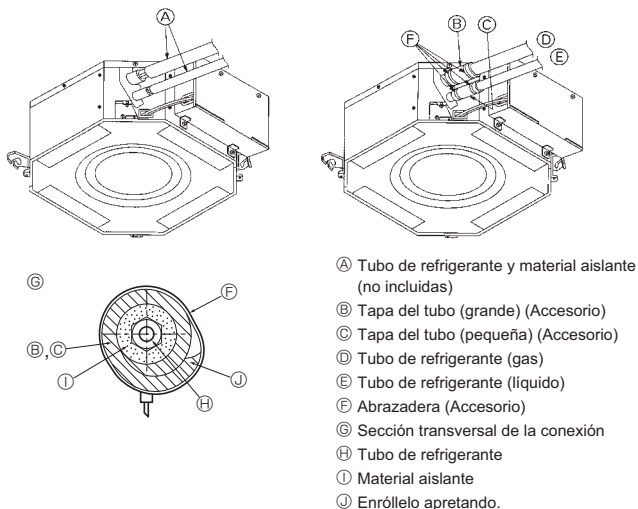

Fig. 5-4
- (C) No aplique aceite refrigerante para máquinas en las partes que contienen tornillos. (Las tuercas abocardadas podrían aflojarse.)
- (D) Asegúrese de utilizar las tuercas abocardadas que se suministran con la unidad principal. (El uso de productos de otros fabricantes puede provocar grietas.)
- (E) Aplique aceite refrigerante para máquinas sobre toda la superficie abocardada.
5.3. Unidad interior (Fig. 5-4)